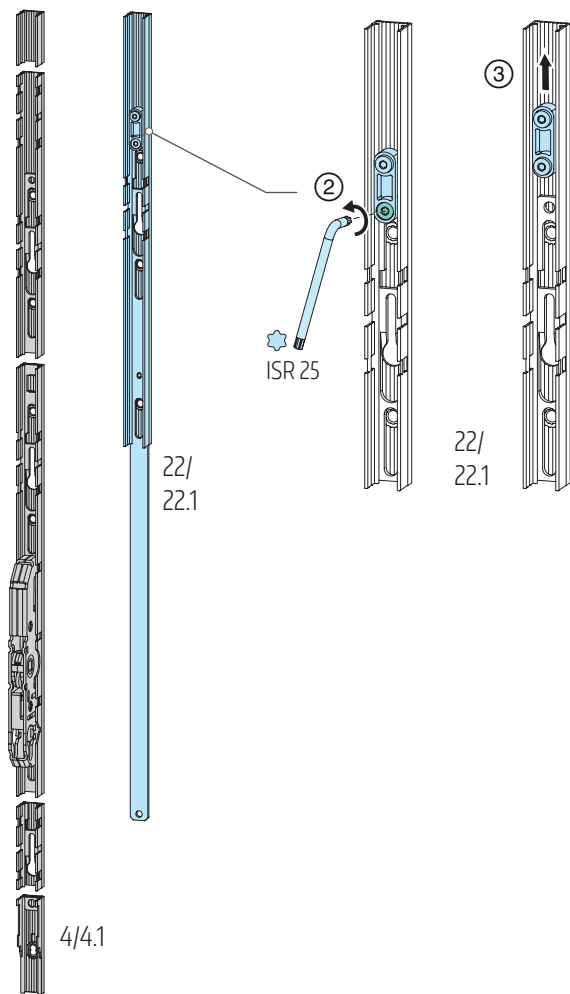
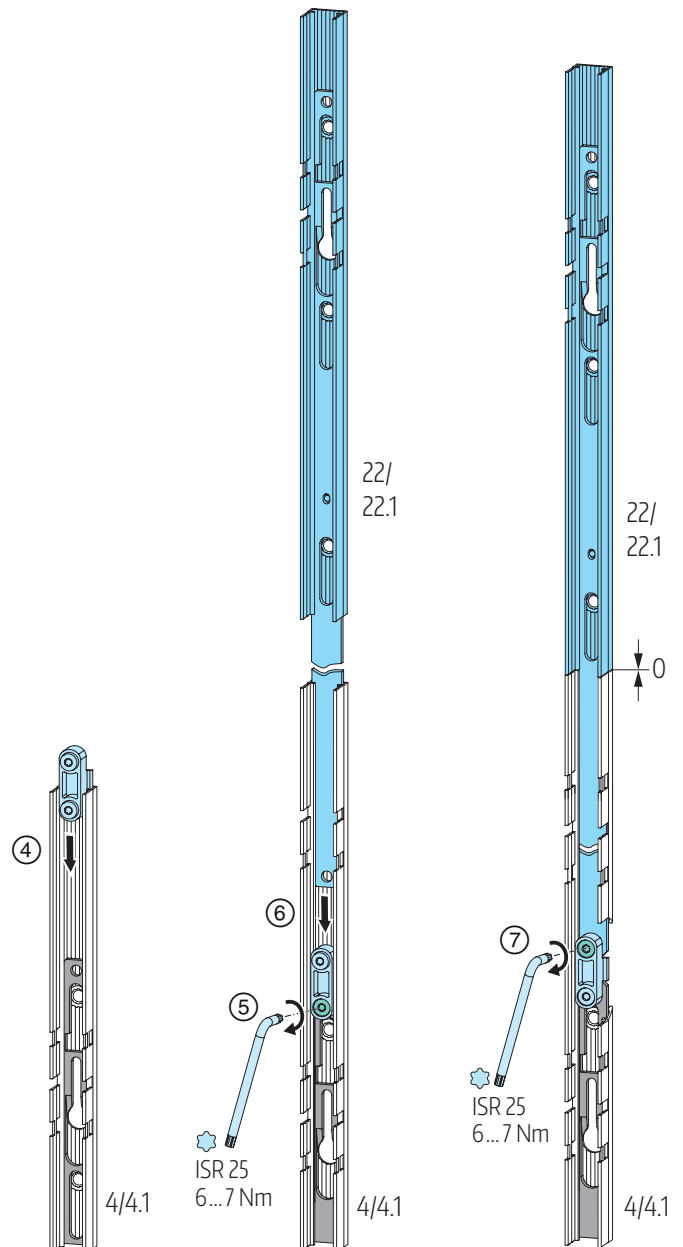

Abb. 71
Abb. 72
Riegelstange der Getriebeverlängerung 22/22.1 lösen, ISR 25 und ③ aus Getriebestulp entnehmen; **Abb. 71**. ④ Riegelverbindungsstück in Führung Riegelstange des Getriebes 4/4.1 einführen und ⑤ mit Riegelstange des Getriebes koppeln, ISR 25, 6 ... 7 Nm. ⑥ Riegelstange der Getriebeverlängerung in Getriebe einführen und ⑦ über Riegelverbindungsstück mit Riegelstange Getriebe verbinden, ISR 25, 6 ... 7 Nm.; **Abb. 72**.